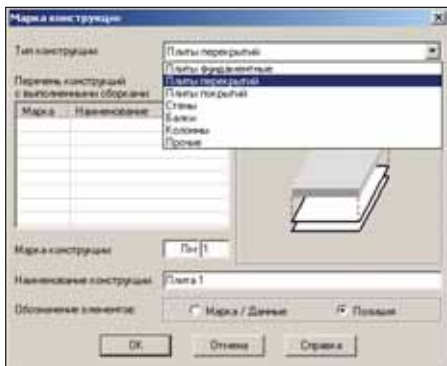

Рис. 28
- *Сборка и маркировка конструкций* — дублирующая команда, аналогичная команде, вызываемой через контекстное меню из дерева проекта. Осуществляет сборку отдельных арматурных изделий и деталей в строительные конструкции (рис. 28);